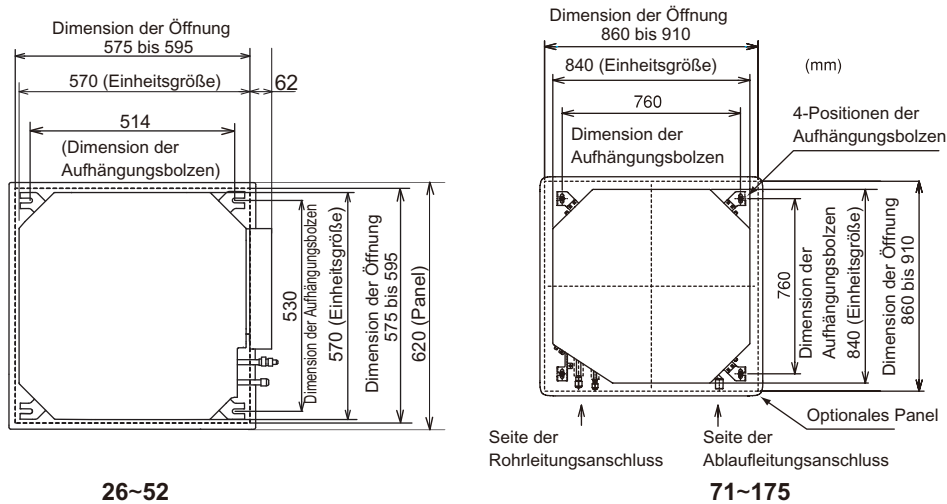

Abb. 3.3 Öffnung der Zwischendecke und Aufhängungsbolzen
- (2) Schneiden Sie den Raum für das Innengerät in der Zwischendecke aus und montieren Sie die Aufhängungsbolzen, wie in Abb.3.3 gezeigt.